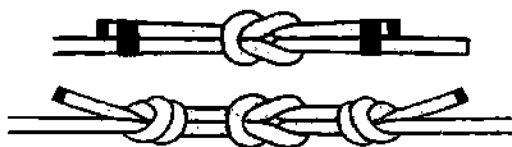

Рис. 805. **Прямой узел** с бензелями и двойными простыми контрольными узлами.
*узлом толстых тросов в узел необходимо вставить клевант». И здесь ничего не говорится про то, что узел слабый, но и добавлено, что этот узел используется для связывания не только тонких, но и толстых тросов. А вот американский учебник по морской практике 1922 года капитана дальнего плавания Феликса Ризенберга: «Этот узел применяется во многих случаях, но он никогда не может быть достаточно надёжным, если не прихвачены его ходовые концы». Ризенберг тоже ничего плохого не написал о **прямом узле**, он лишь утверждает, что узел только тогда вполне надёжный и безопасный, если концы прихвачены бензелем. Бензель у моряков, что контрольный узел у альпинистов, у уоторых узел только тогда завязан правильно, когда завязан с дополнительным контрольным узлом (контрольными узлами). Загляните в любой морской справочник, изданный до К. Эшли, и увидите, что **прямой узел** изображён в них непременно с бензелем, и не случайно, ведь только в таком исполнении он безопасен на все 100% (рис. 805).*